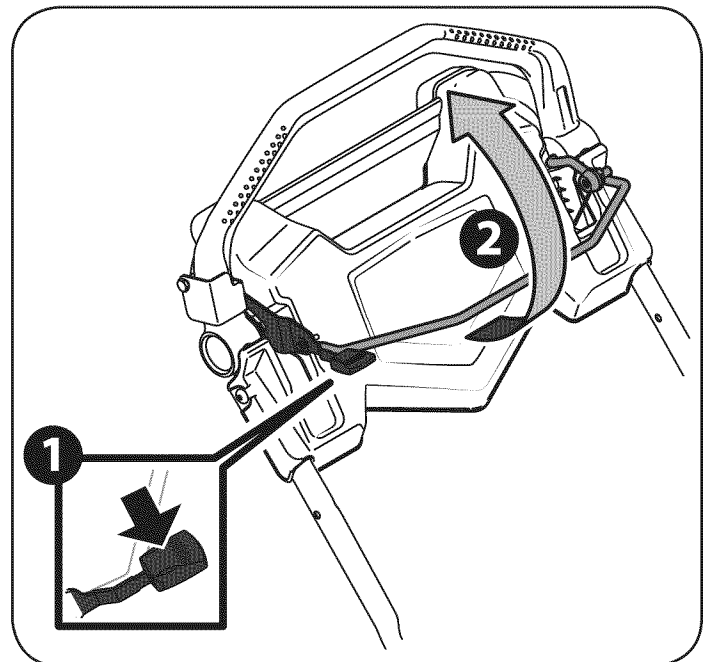

Figura 10
1. Una vez que el motor está en funcionamiento, oprima la palanca de bloqueo. Vea la Figura 10.
2. Tire del control de las cuchillas hacia atrás contra el control de la transmisión. Vea la Figura 10.